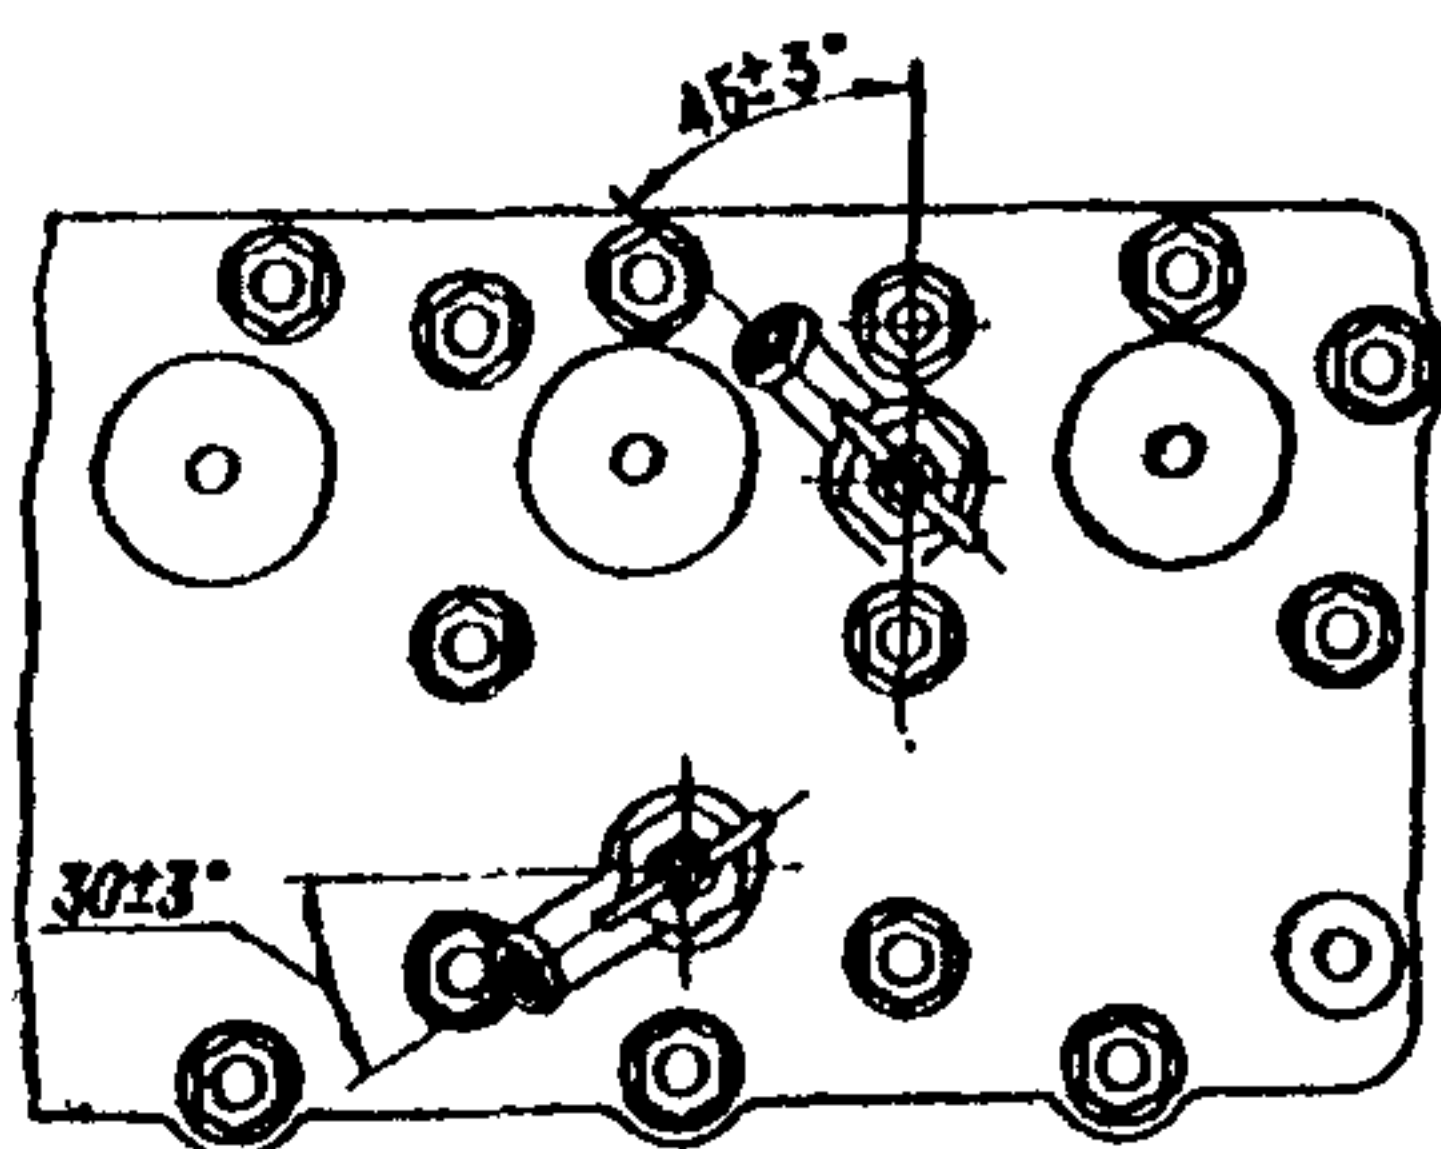

Рис. 5.27. Установка запорных краников двигателей ГАЗ-52-07 и ГАЗ-52-08
1) поставить прокладку головки цилиндров 12-1003020-В и головку цилиндров 52-07-1003015, предварительно поставив свечи Г-53-07-3707010, краники отбора воды из головки цилиндров, установка которых показана на рис.5.27, датчик температуры воды;